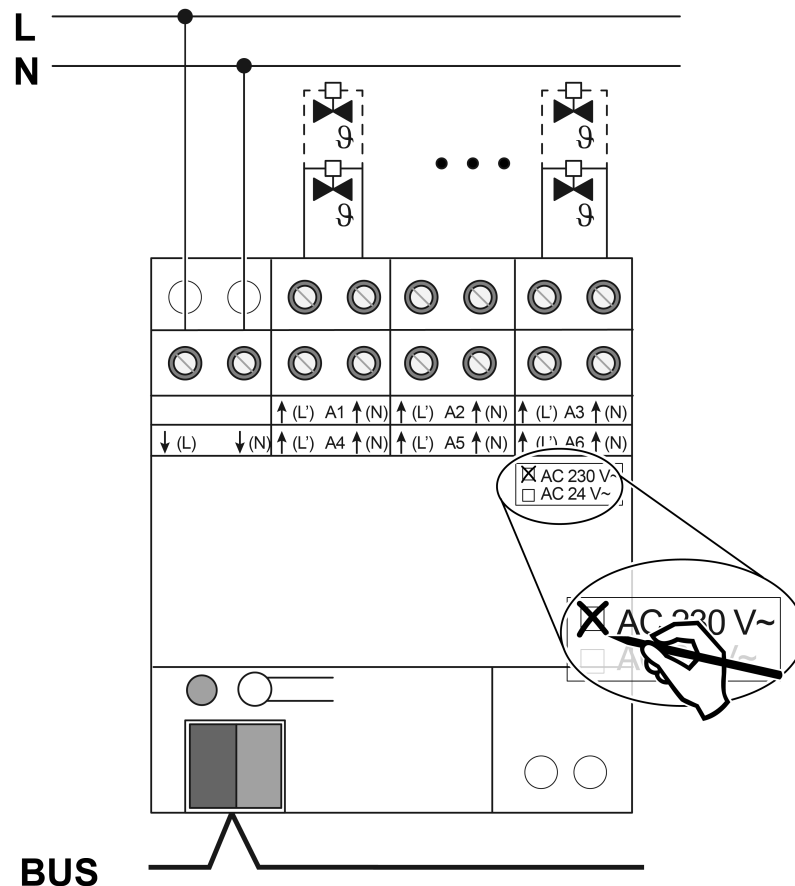

Figura 2: Collegamento sistemi di attuazione 230 V
- Collegare i sistemi di attuazione AC 230 V secondo lo schema elettrico degli allacciamenti (Vedi figura 2).